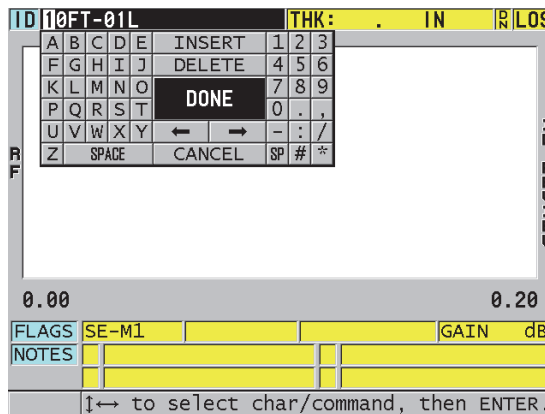

Abbildung 11-28 Bearbeiten einer ID-Nummer im Bearbeitungsmodus
4. Drücken Sie erneut die Taste **[ID#]** und ändern Sie die ID-Nummer (siehe Abbildung 11-28 auf Seite 231).